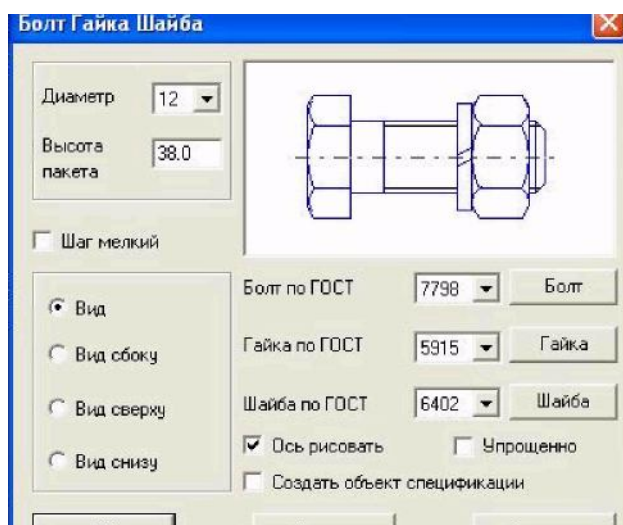

Рис. 4.11. Діалогове вікно Болт Гайка Шайба
4. Клацнути два рази по зображенню з'єднання болтом. Після цього з'являється вікно завдання параметрів болтового з'єднання. У вікні необхідно задати необхідний діаметр різьблення й висоту пакета, т. е сумарну товщину двох пластин, що з'єднують, (рис.4.11). У вікні, що відкрилося, відповідним вибором кнопок Болт, Гайка й